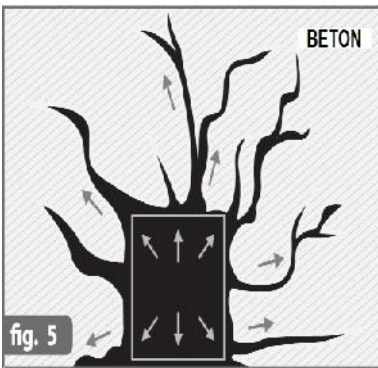

fig. 5
**HYDROBENT** este montat orizontal si vertical, de-a lungul imbinarilor dintre elementele din beton. Proprietatile cordonului expandabil **HYDROBENT** sunt bazate pe capacitatea bentonitei de a-si mari volumul in prezenta umiditatii, sigiland chiar si eventualele segregari formate in zona rostului de turnare (fig. 5).